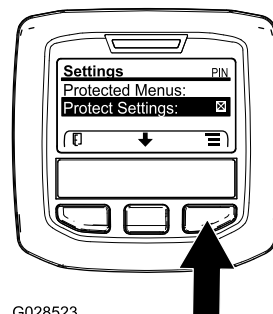

Рисунок 41
- Перейдите в защищенное меню и разблокируйте подменю защищенных настроек (Рисунок 41); см. раздел Доступ к защищенным меню \(страница 25\).